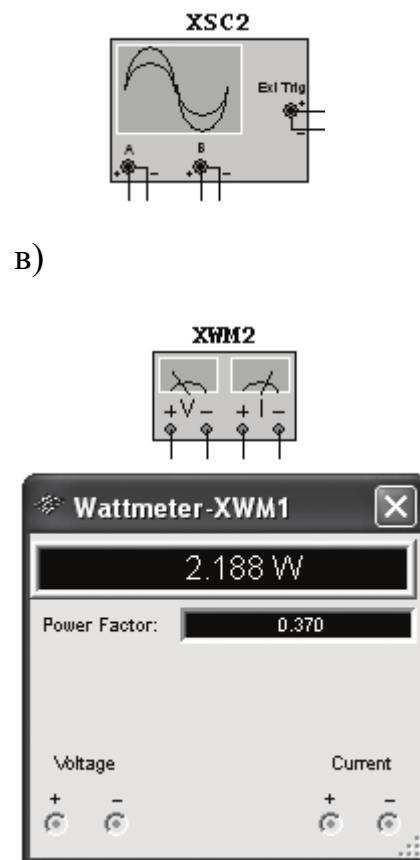

Рисунок 1.3
Временной интервал  $\Delta t = \phi/\omega = \phi/2\pi f$  пропорционален фазовому сдвигу  $\phi$  между синусоидальным напряжением и током в неразветвленной цепи (рис. 1.3а) и обратно пропорционален угловой частоте  $\omega$  напряжения (тока).
Временной интервал  $\Delta t = T_2 - T_1$  обычно измеряют между нулевыми значениями осциллограмм напряжения и тока с помощью визирных линий (визиров), расположенных слева и справа от экрана осциллографа (рис. 1.3а).
Угол  $\phi$  берется со знаком «плюс», если ток отстает по фазе от напряжения (см. рис. 1.3а), и со знаком «минус», если ток опережает по фазе напряжение.
Установка чувствительности каналов *A* (**Channel A**) и *B* (**Channel B**) и развертки осциллограмм во времени (**Time base**) производится в окне, выводимом ниже поля осциллограмм (см. рис. 1.3а).
При моделировании схем цепей на рабочем поле программы MS10 и их анализе для измерения угла сдвига фаз в цепях переменного тока наряду с осциллографом будем использовать также виртуальный ваттметр **XWM1** (рис. 1.3в), размещенный в библиотеке **Instruments**. Ваттметр непосредственно измеряет активную мощность  $P$  цепи (ветви) в ваттах и коэффициент мощности  $\cos\phi$  (**Power Factor**).
- задать параметры осциллографа **XSC1**. При этом на вход канала **A** подано напряжение с источника **INUT**, пропорциональное входному току  $i$ , а на вход канала **B** подано напряжение  $u$  с зажимов источника напряжения  $e$ . Цветовая окраска осциллограмм (см. рис. 1.3а) соответствует установленным цветам проводов, соединенных с соответствующими входами каналов прибора **XSC1**;
Запустить программу MS10 (щелкнуть мышью на кнопке меню среды MS10), снять показания приборов и занести их в табл. 1.2. Методика определения угла сдвига фаз  $\phi$  между напряжением и током описана в п. 3 раздела «Теоретические сведения...». Убедиться (см. рис. 1.3а), что ток  $i_1$  в  $R_1L$ -ветви отстает по фазе от напряжения  $u$  на угол  $\phi_1 = \arctg(X_L/R_1) = \arccos(P_1/UI_1)$ , где  $P_1$  – показание ваттметра.